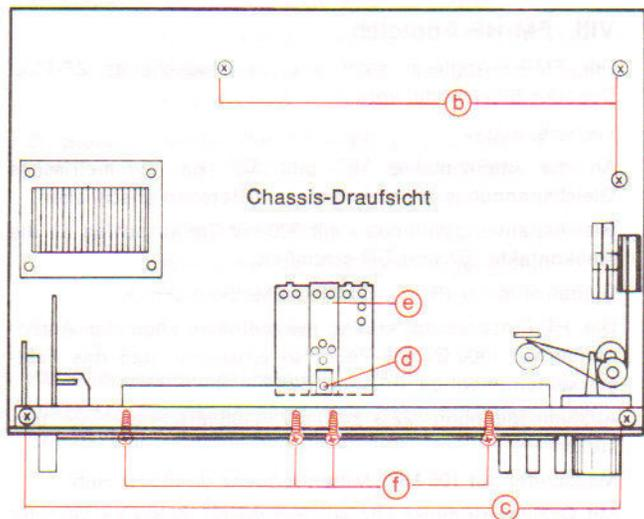

Abb. 3
1. Schraube (d) herausdrehen (Abb. 3).
- 4 Schrauben (f) unterhalb der Skala herausdrehen (Abb. 3).